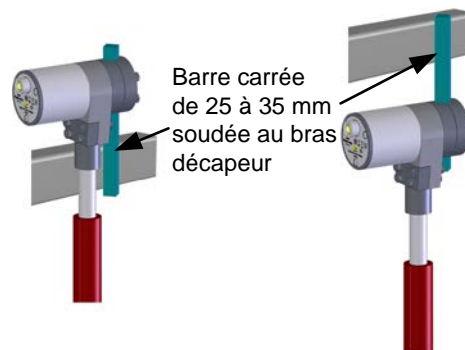

Figure 3: Fixation de la sonde au-dessus ou en-dessous du bras de la pale décapeuse
- La tête de la sonde peut être montée en-dessous ou au-dessus du bras de la pale décapeuse (Figure 3). Dans les deux cas, la tête de la sonde doit être le plus loin possible du malaxage pour la garder raisonnablement propre et limiter son usure.